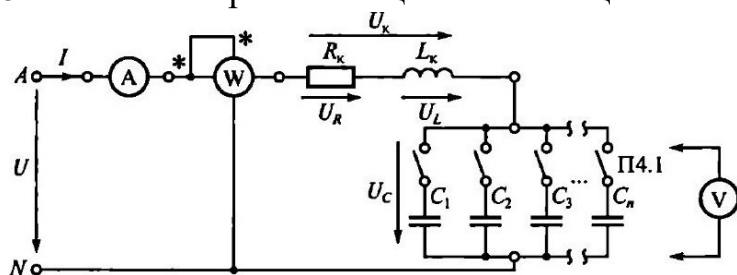

Рис. 5.1. Схема ЭЦ для изучения резонанса напряжений
Схема ЭЦ с включенными в нее измерительными приборами приведена на рис. 5.1. В качестве измерительных приборов в работе используются:
3.3. Собрать ЭЦ в соответствии с рис. 5.1. С помощью переключателя пределов установить наибольшую номинальную величину измерительных приборов. Все конденсаторы должны быть отключены (кнопки отжаты).
5.2. В ЭЦ, приведенной на рис. 5.1, $U = 20$ В, емкость C изменяется от до 50 мкФ, параметры катушки индуктивности R_k и L_k для разных вариантов приведены в табл. 5.4.